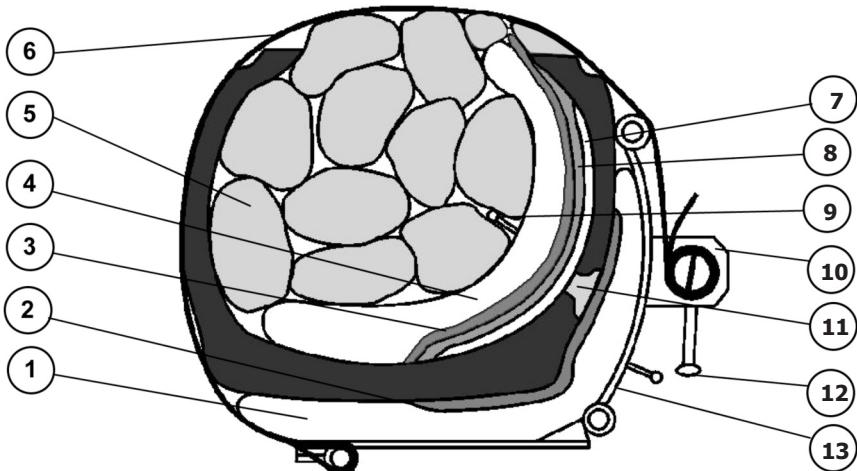

рис. 2
6.2 Установить наружную пневмоподушку (рис. 2 поз. 1) необходимого размера.
6.3 По центру наружной пневмоподушки в зоне ремонта установить наружный гибкий нагреватель (рис. 2 поз. 2).
6.6 По центру пластиря (рис. 2 поз. 8) установить внутренние гибкий нагреватель (поз. 3) необходимого размера в зависимости от размера пластиря, внутреннюю пневмоподушку (поз. 4) и необходимое количество вкладышей (поз. 5) таким образом, чтобы вкладыши
Внимание! Во избежание выхода из строя вентиля внутренней пневмоподушки необходимо обеспечить плотную укладку вкладышей симметрично пневмоподушки, при этом следить, что бы ниппель и быстроразъемное соединение находились между вкладышами (см. Рис.2).
6.7 Завести стяжные ремни в пазы фиксаторов (рис.2, поз. 10) и, перемещая рукоятки (поз. 12) вверх, зафиксировать стяжные ремни (поз. 6), выполнив 1...1,5 оборота фиксаторов, после чего опустить рукоятки вниз. При перемещении рукояток фиксаторы удерживать при помощи съемного рычага, который вставляется в отверстия на фиксаторах. При ремонте легковых шин с установкой на адаптер, использовать три стяжных ремня.
Внимание! Во избежание нарушения целостности стяжных ремней, а также расплавления содержимого вкладышей, запрещается их непосредственный контакт с поверхностью гибких нагревателей. Для этого, а также для предотвращения выхода из строя внутреннего гибкого нагревателя, при выступании его за борт шины, необходимо установить бортовые термостойкие вкладыши (рис. 2 поз. 7).